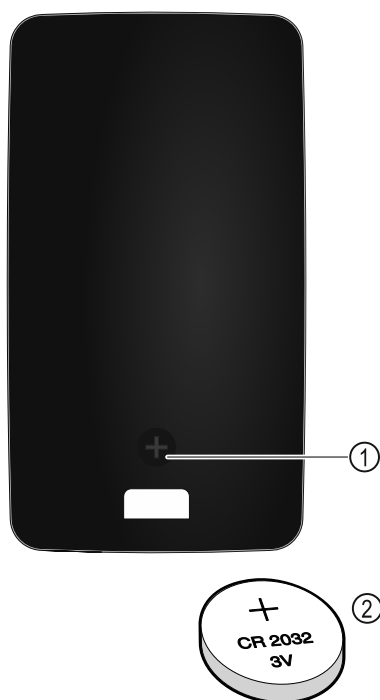

Fig. 149
De stroomvoorziening van de afstandsbediening vindt plaats via een batterij van het type CR 2032 met 3V Fig. 149 (2) die verkrijgbaar is bij de gespecialiseerde handel.
- Schroef Fig. 149 (1) aan achterzijde van de afstandsbediening eruit draaien.